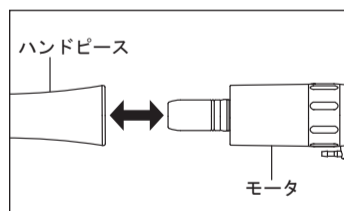

図1
- 1) ハンドピースをモータにまっすぐ挿し込みます。(図1)